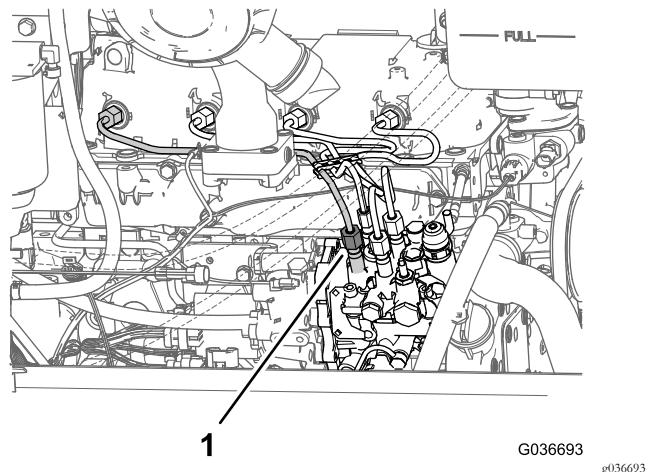

Bild 45
1. Lockern Sie die Schlauchmutter für die Einspritzdüse Nr. 1 des Zylinders an der Einspritzpumpe (Bild 45).